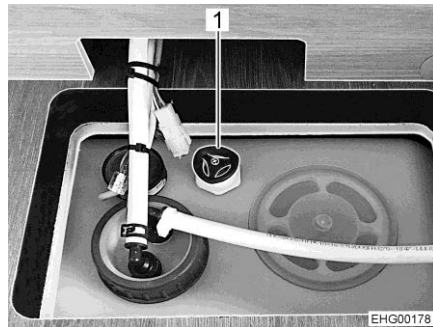

Bild 143 Wassertank mit Drehgriff
- Auf dem Wassertank den Drehgriff (Bild 143,1) entgegen dem Uhrzeigersinn über den Widerstand hinaus bis zum Anschlag drehen, um die Ablauföffnung vollständig zu öffnen.